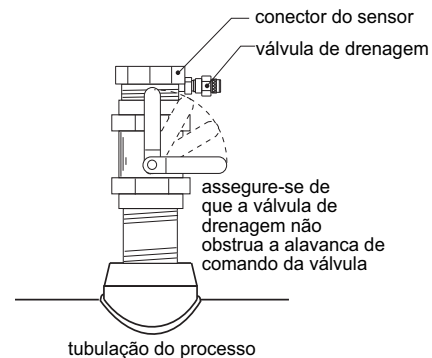

Fig. 3
D. Abra a válvula de isolamento e introduza a broca pela válvula para furar o buraco para o sensor. Após furar a tubulação, retire a furadeira da válvula de isolamento e feche a válvula. Remova a máquina perfuradora seguindo as instruções do fabricante (fig. 3).